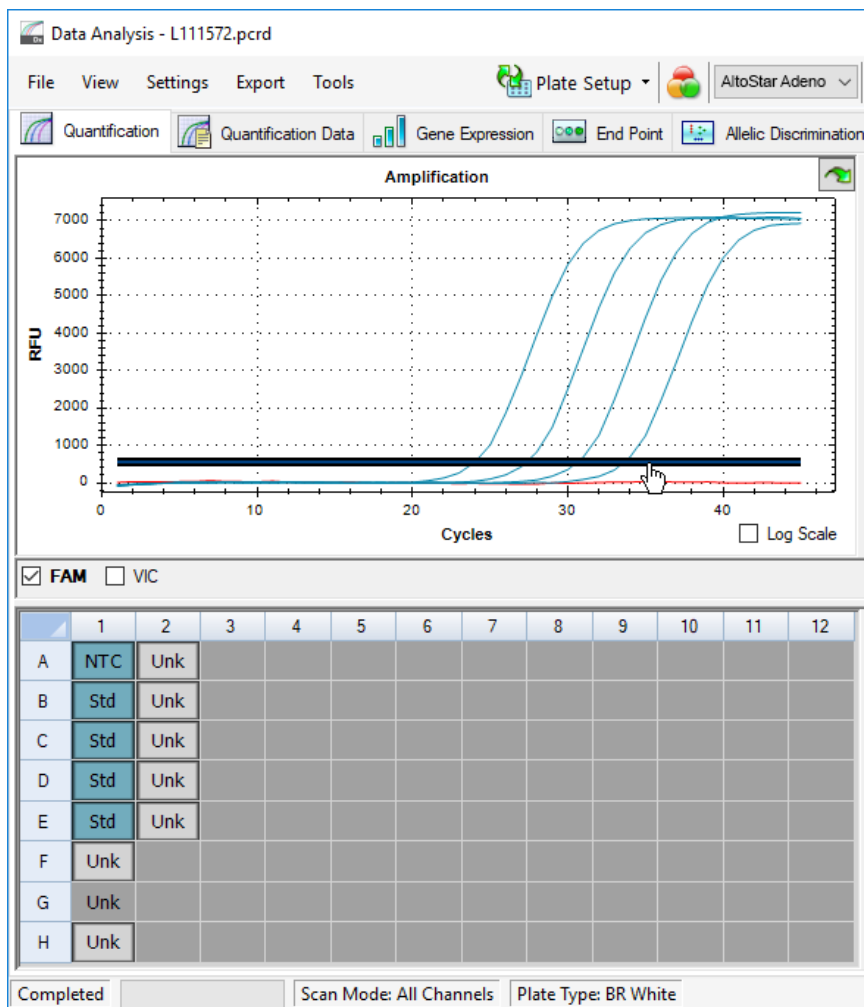

Abb. 10: Fenster Data Analysis (Datenanalyse): Festlegen des FAM™ Schwellenwerts
5. Entfernen Sie links im Fenster Data Analysis (Datenanalyse) das Häkchen aus dem Kontrollkästchen neben **VIC** und setzen Sie das Häkchen im Kontrollkästchen neben **FAM** für den Detektionskanal der Adenovirus-Zielsequenz (siehe Abbildung 10).
- Wählen Sie nur die Wells mit der NTC und den QS in der Platten-Ansicht des Fensters Data Analysis (Datenanalyse) aus (siehe Abbildung 10).
- Ziehen Sie den Schwellenwert deutlich über das Signal der NTC hinaus in den exponentiellen Bereich des Signals der QS (siehe Abbildung 10).